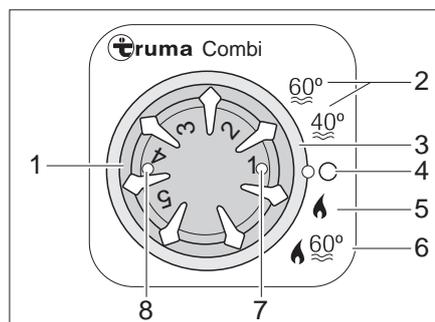

Bild 206 Bedieneinheit für Heizung/Boiler
*Betriebsart wählen:* ■ Betriebsart mit dem Drehschalter (Bild 206,3) einstellen.
**Winterbetrieb** Die Heizung wählt nach eingestellter Heizstufe selbstständig die benötigte Brennerstufe. Bei Betriebsart "Heizung und Boiler" (Bild 206,6) wird auch das Wasser im Boiler erhitzt. Die Heizung kann in der Betriebsart "Heizung ohne Boiler" (Bild 206,5) mit leerem Boiler betrieben werden.
- Temperaturdrehknopf (Bild 206,1) an der Bedieneinheit auf gewünschte Heizstufe stellen.
- Drehschalter (Bild 206,3) auf Winterbetrieb "Heizung ohne Boiler" (Bild 206,5) oder auf Winterbetrieb "Heizung und Boiler" (Bild 206,6) stellen.
Grüne Kontroll-Leuchte (Bild 206,7) leuchtet.
- Drehschalter (Bild 206,3) auf "O" (Bild 206,4) stellen.